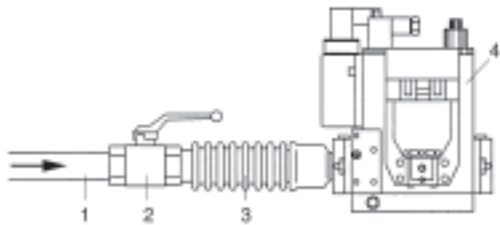

Fig. 3
La conexión a la tubería de alimentación del gas debe ser de dimensiones adecuadas y correspondientes al tipo de instalación que se ha de realizar y debe efectuarse disponiendo la "rampa de gas" de la manera indicada en Fig. 3: el tubo de gas (1), la llave de interceptación (2) y la junta anti-vibraciones (3) no se suministran junto con el generador y deberán ser predispuestos por el instalador, que los conectará al grupo válvulas de gas (4) suministrado con el generador de aire caliente.
- Conectar un manómetro a la toma de presión línea arriba (4) del grupo válvulas (Fig. 3);
- Sólo para las categorías I2H, I2ELL y I2L, leer la presión de trabajo en el II° manómetro y, de ser necesario, intervenir con un destornillador en el regulador de presión (1) para restablecer el valor de presión de trabajo indicado en Tabla I.